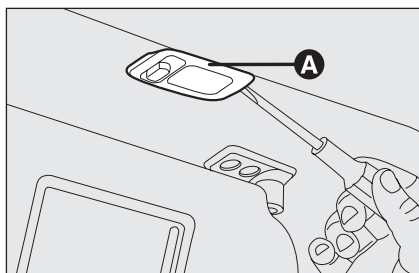

рис. 34
### ЛАМПА ОСВЕЩЕНИЯ ОТКРЫТОЙ ДВЕРИ рис. 34
- ❑ Выньте фонарь **A-рис. 34**, поддев его в точках, отмеченных стрелками.